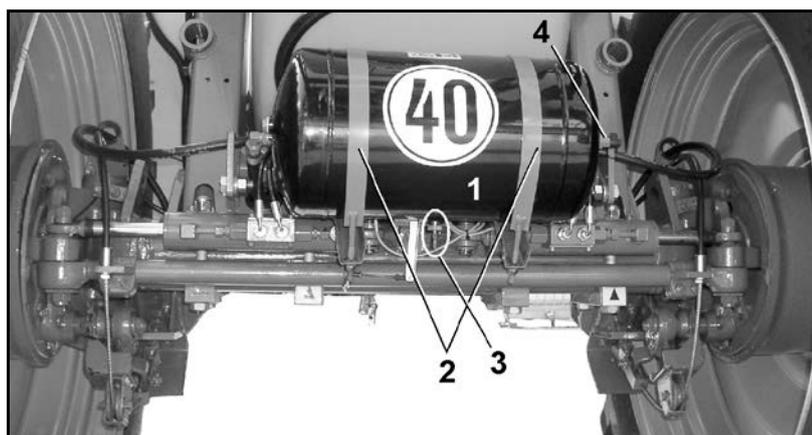

図 168
1. 泥よけまたはベローズ (図 168/5) に損傷がないか確認します。